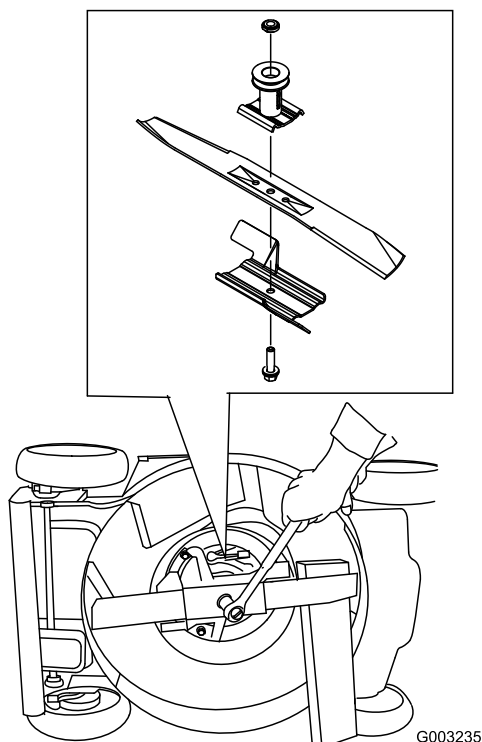

Figura 44
- Utilice un bloque de madera para inmovilizar la cuchilla (Figura 44).